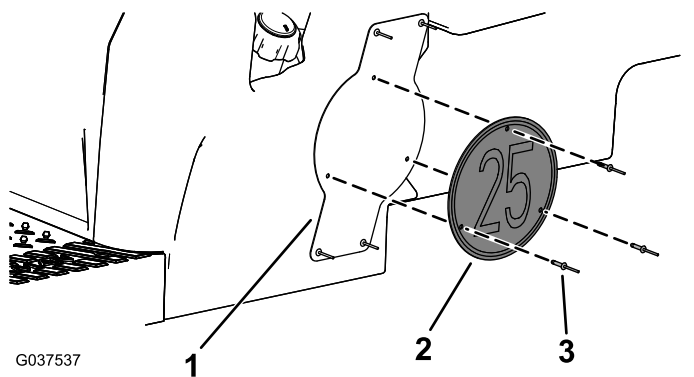

Рисунок 12
- Установите табличку «Ограничение скорости» на монтажный кронштейн таблички с помощью 3 закладных заклепок (3/16 x 15/16 дюйма), как показано на Рисунок 12.